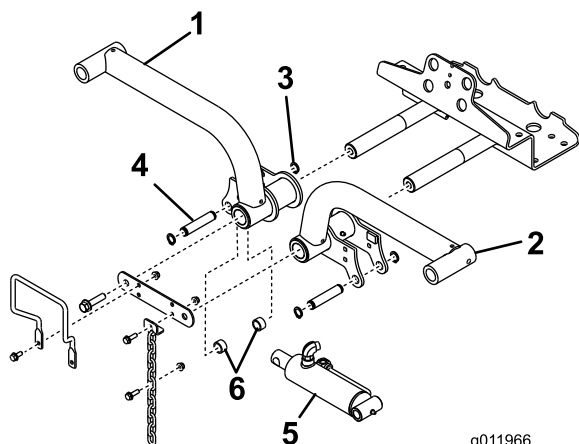

Figure 15
- Insérez les bras de levage sur les axes de pivot (Figure 15), et fixez chacun d'entre eux avec une biellette et les boulons retirés précédemment.
- Fixez l'extrémité droite du vérin de levage au bras de levage droit avec une goupille et 2 entretoises (Figure 15). Fixez l'ensemble avec une bague de retenue.